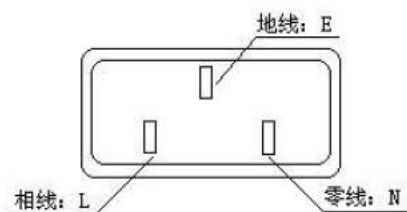

图 3.1.1.1
(1) 电源电压 $220V \pm 10\%$ 频率： $50Hz \pm 5\%$ 60 Hz
(2) 工作条件：温度： $0^{\circ}C \sim 40^{\circ}C$ ，相对湿度： $< 80\%RH$
(3) 储存条件：温度： $-10^{\circ}C \sim 70^{\circ}C$ ；相对湿度： $< 70\%RH$
(4) 功率：小于 30 W。
(5) . 电源的相线 L，零线 N，地线 E 应与本仪器电源插头相同，如图 3.1.1。同时地线 E 应可靠接地，否则仪器表面可能会有漏电现象！